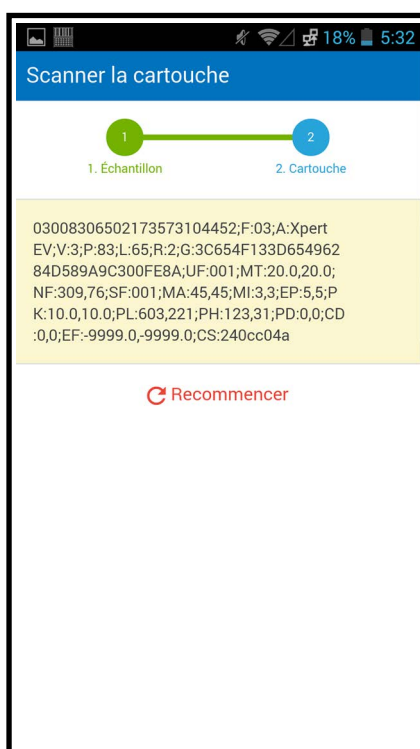

Figure 5-107. Écran Cepheid Link d'information de lecture de cartouche
- Appuyez sur le bouton du lecteur (situé d'un côté ou de l'autre du lecteur de code-barres) pour lire le code-barres de la cartouche. Une fois le code-barres de la cartouche lu avec succès, Cepheid Link va associer la cartouche à l'échantillon correspondant. Le lecteur va afficher momentanément les informations de la cartouche lue (voir la Figure 5-107).